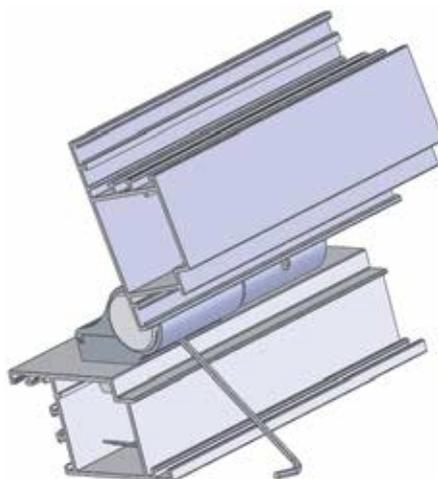

Рис. 23
13. Закрепить крышки винтами М5 с помощью имбусового ключа 3 мм (Рис. 23).